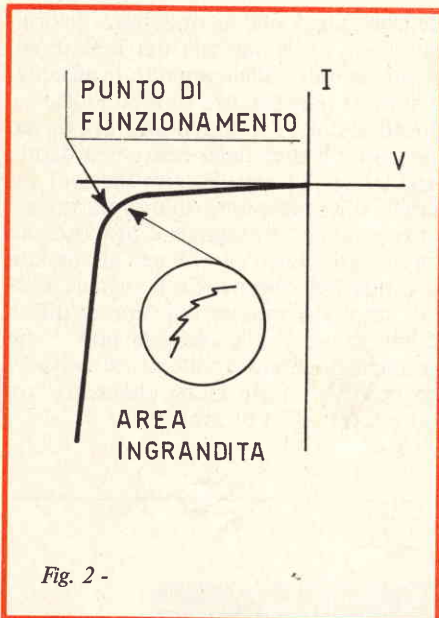

Fig. 2 -
Il meccanismo della generazione di rumore da parte del diodo zener è da attribuire a delle scariche "microplasmatiche" che si verificano quando il diodo viene fatto funzionare nel ginocchio della caratteristica (fig. 2). In questa zona non tutta la superficie del diodo è interessata dalla conduzione ma soltanto delle aree microscopiche che aumentano di numero man mano che si aumenta la tensione ai capi del diodo. Oltre alle scariche contribuisce alla generazione del rumore anche la resistenza del diodo.
*Fig. 2 - Fra le scolorite immagini televisive che i vari enti TV ci hanno servito in occasione delle Olimpiadi è emersa la snella figura della Comaneci che ha dato colore all'ambiente.*